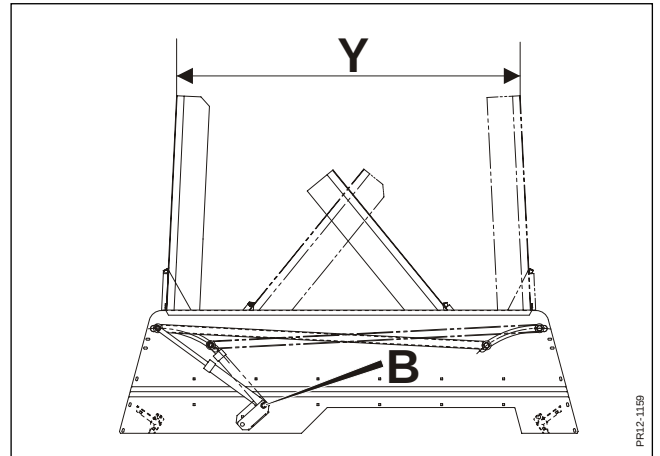

Fig. 3-23
- Fig. 3-23 Cylinderen kan flyttes til pos. **B**, der giver en reduceret bevægelse af skårskærmene og afstanden **y** mellem skærmene er minimeret. I denne position opnås et smallere asymmetrisk dobbeltskår, hvor de to enkelte skår også er smallere.
**ADVARSEL:** Under kørsel i tung og våd afgrøde, vil standardindstillingen være at foretrække, da vinkling af skårkærme som på fig. 3-23 kan hindre et problemfrit afgrødeflow.